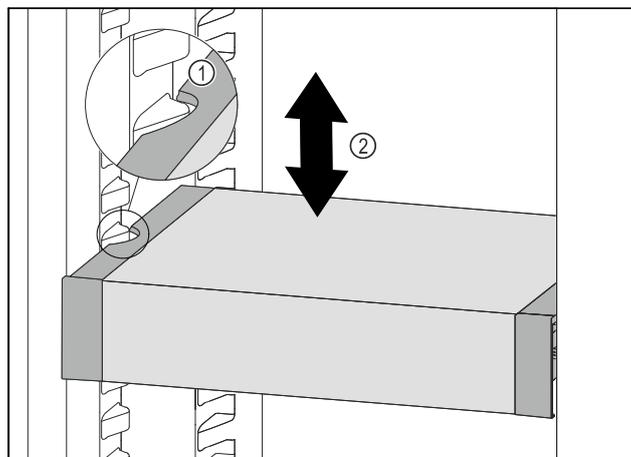

Fig. 87
- Tirer le VarioSafe vers l'avant jusqu'à ce que les encoches latérales du VarioSafe soient à la hauteur de la nervure du bac dans la partie réfrigérateur. Fig. 87 (1)
- Déplacer le VarioSafe vers le haut ou vers le bas dans la partie réfrigérateur jusqu'à ce que la hauteur souhaitée soit atteinte. *Fig. 87 (2)*